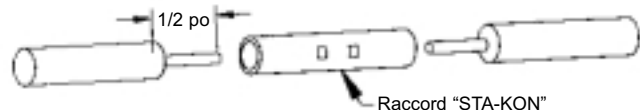

Figure 1 – Méthode pour épissure thermorétractable
- iii) Connectez les bouts du cordon et du fils de sortie à l'aide d'un raccord STA-KON ou tout autre raccord semblable (Figure 1).